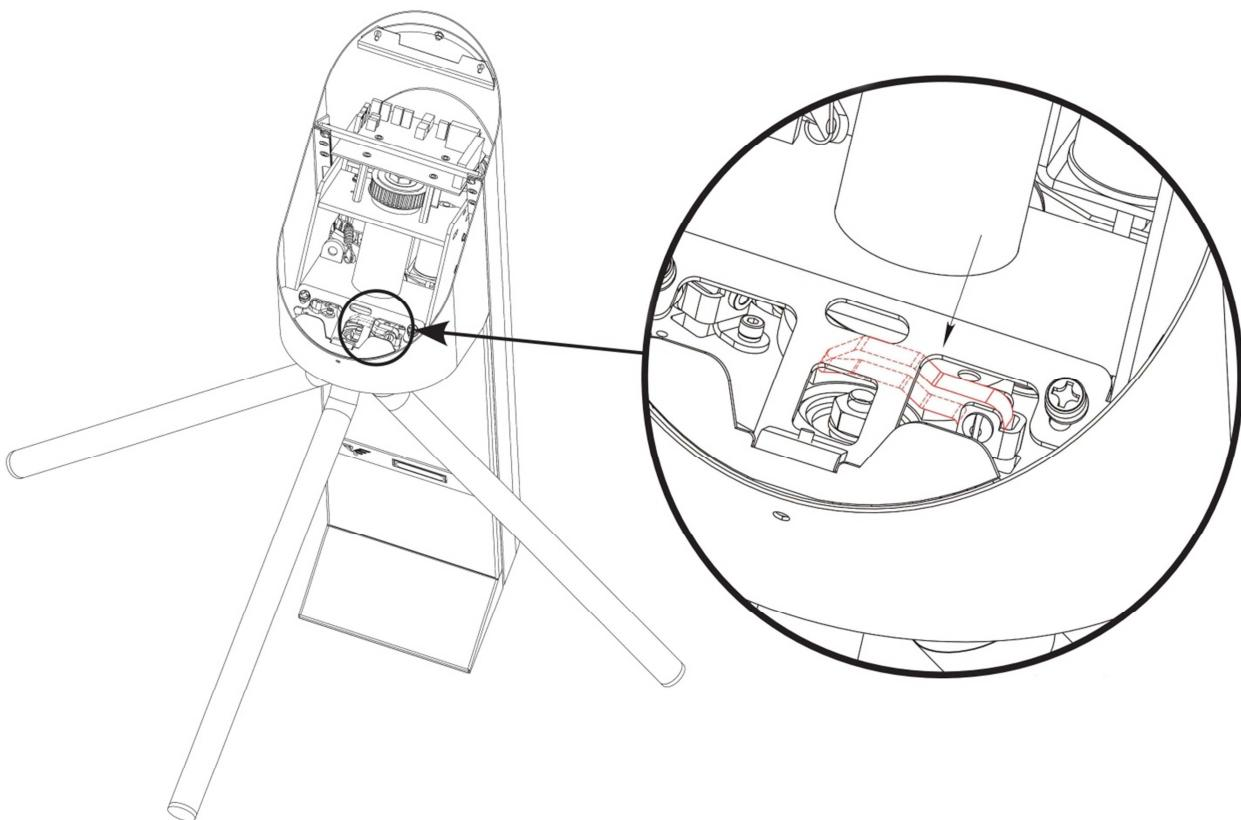
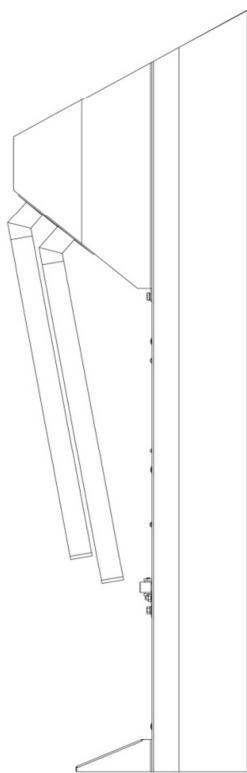

Рис. 5. (изображена центральная стойка турникета)
Рис. 6. (изображена центральная стойка турникета)
3.4. Далее необходимо сложить планки турникета. Для этого плавно нажмите на кулачок фиксации планок в направлении, показанном на рис. 5. Планка должна свободно вращаться вокруг короткой оси. Аналогичным образом сложите вторую планку, провернув диск. Результат изображен на рис. 6.